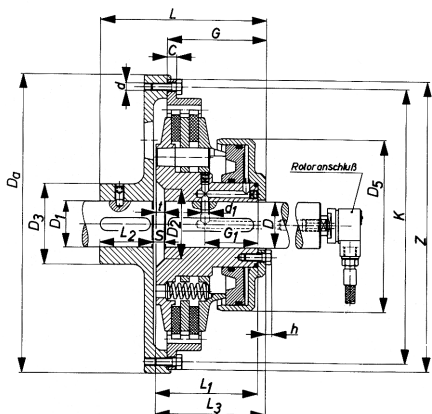
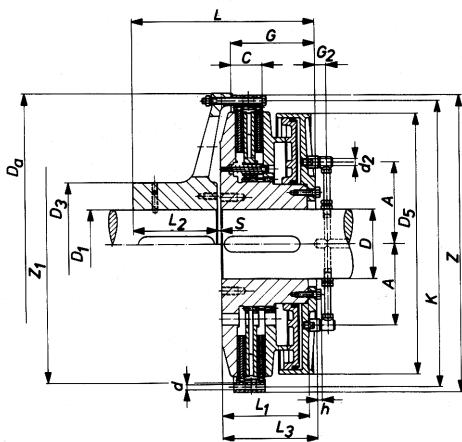

Abb. 6 Bauart PPW Größe 51-243
Abb. 8 Bauart PPW und PPF Größe 271-603
5) Druckluftzufuhr Größe 51-243 über d1 in den Ringzylinder (Abb. 6 + 7), auf Kundenwunsch auch über d2 (Abb. 8) möglich. Verschraubungen dafür werden nicht mitgeliefert.